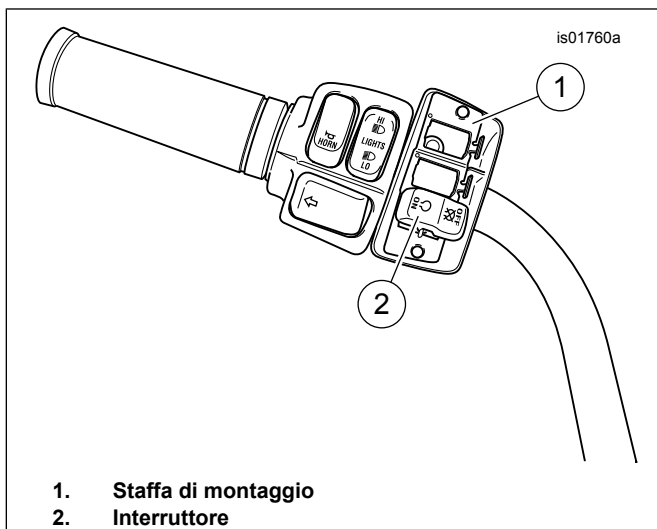

Figura 2. Staffa di montaggio degli accessori ausiliari
- c. Vedere Figura 2. Rimuovere la staffa di montaggio dell'interruttore, insieme ad ogni altro interruttore ed accessorio eventualmente attaccato, dalla scatola degli interruttori. *Nota: non è necessario rimuovere l'interruttore dalla staffa di montaggio o scollegare il cablaggio dell'interruttore per sostituire i cappucci.*